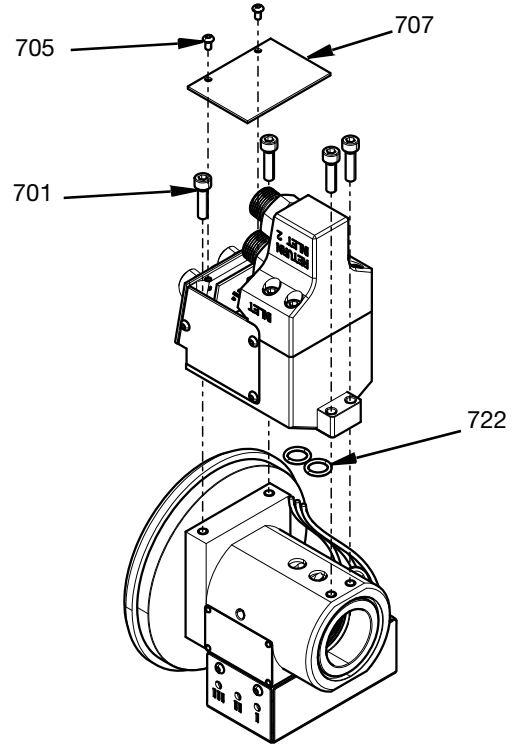

FIG. 18
- İki adet M3 kapak vidasını (705) sökün ve üst kapağı (707) çıkarın.
- Daha sonra bağlantı muhafazası tertibatını rakor muhafazası tertibatından ayırmak için dört adet M5 vidayı (701) çıkarabilirsiniz.
Sensörlere veya fişlere şimdi erişilebilir. Yeniden monte edilmeden önce halka contaların (722) yenileriyle değiştirilmesi gerekir. Bkz. FIG. 18.